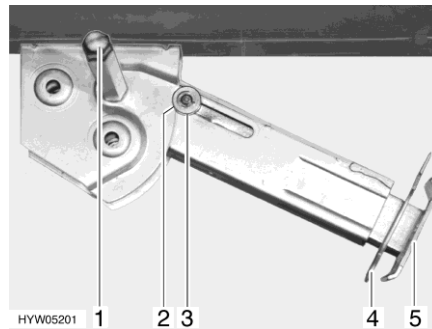

Bild 46 Stödben
- Placera hylsnyckeln på sexkanten (Bild 46,1) och vrid runt den tills stödbenet står rakt neråt.
- Drag ut sprinten (Bild 46,4) ur stödbensförlängningen (Bild 46,5).
- Placera hylsnyckeln på sexkanten (Bild 46,1) och vrid runt den tills stödbenet inte längre sitter mot marken.
- Skjut in stödbensförlängningen (Bild 46,5) helt och sätt in sprinten (Bild 46,4) i borrhålet på stödbensförlängningen.
- Vrid på sexkanten (Bild 46,1) med hylsnyckeln tills stödbenet har svängts upp och styrbrickan (Bild 46,3) befinner sig längst upp i skåran (Bild 46,2).